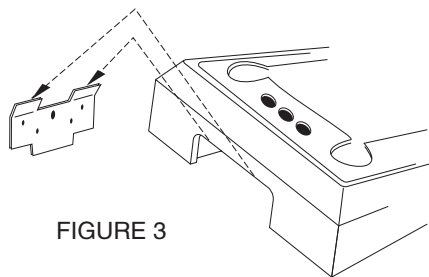

FIGURE 3
9. Réglez le lavabo dans le support. Voir Figure 3. Vous devrez avoir besoin d'aide ici. Placez le niveau parallèle au lavabo et vérifiez s'il est de niveau. Ajuster si nécessaire.